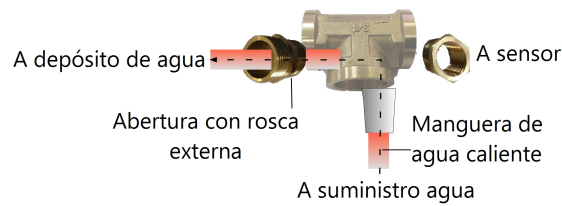

Figura 3: Conexión del conector de la junta T
2. Conectar el conector de junta T al depósito de agua (Ver Figura 3):